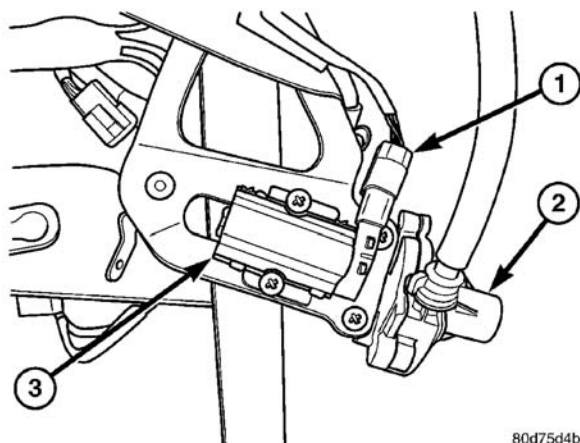

图 12 踏板位置传感器
（5）拆下将踏板位置传感器固定到位的 2 个安装螺钉（图 12）。
- 靠安装支架放置传感器，放入制动踏板（图 12）。必要时移动传感器盒，使槽和销对齐。安装两个固定螺钉。将螺钉拧紧到 7.5 N.m (66 in. lbs.) 扭矩。